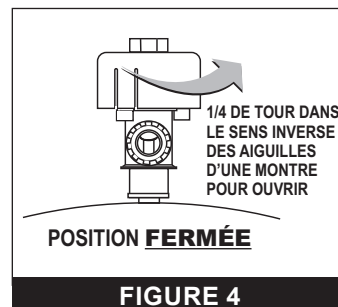

FIGURE 4
- Dévissez la partie supérieure de la soupape de décompression du filtre d'un quart de tour dans le sens inverse des aiguilles d'une montre jusqu'à ce qu'elle s'enclenche en position OUVRETE (**FIGURE 4**) ;